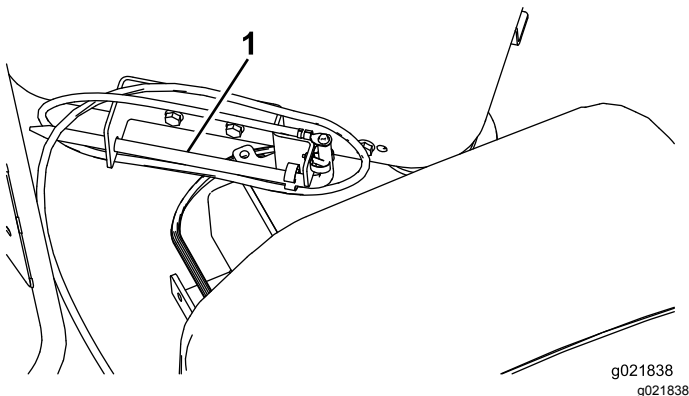

Figura 43
1. Retire a haste de aterramento de seu suporte na lateral da plataforma do operador (Figura 43).